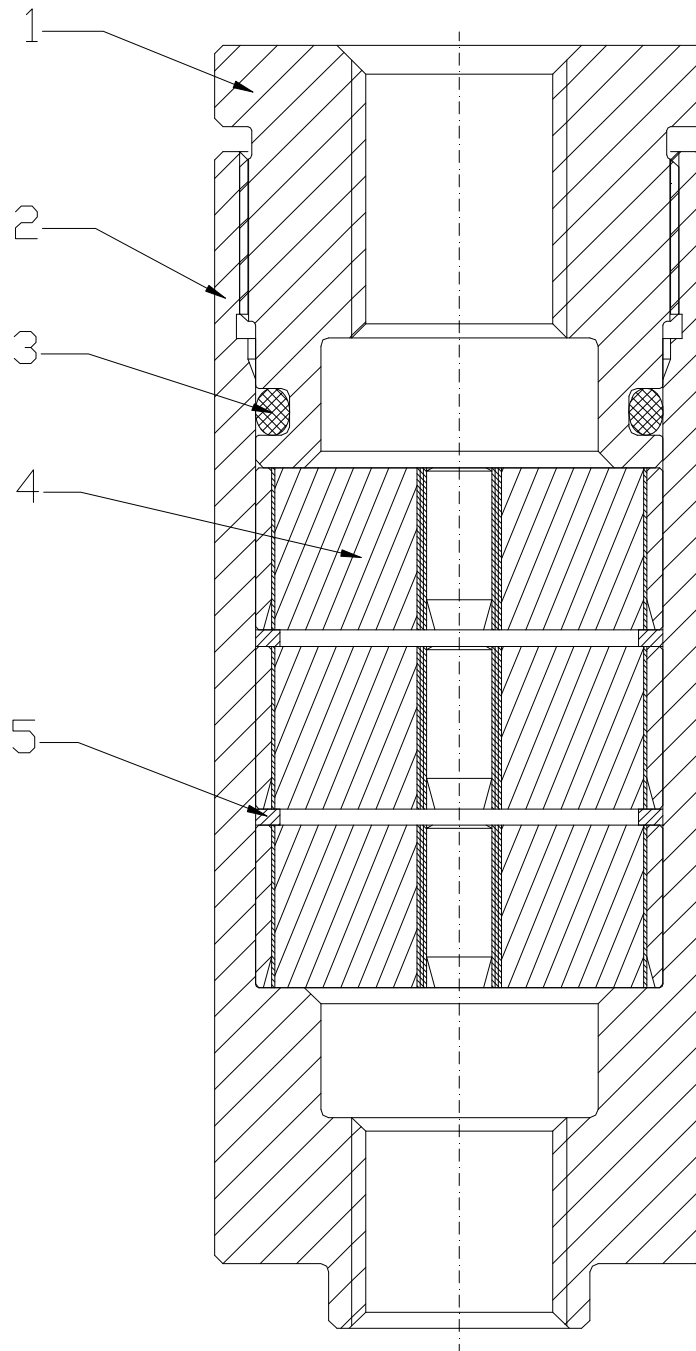

Bild 1
(Siehe Bild 1)
Der Zusammenbau erfolgt in umgekehrter Reihenfolge – dabei auf die richtige Reihenfolge von Distanzscheiben (Pos.5) und Bandsicherungen (Pos.4) achten. (siehe Bild 1).
- Bestellnummer (Position siehe **Bild 1**)